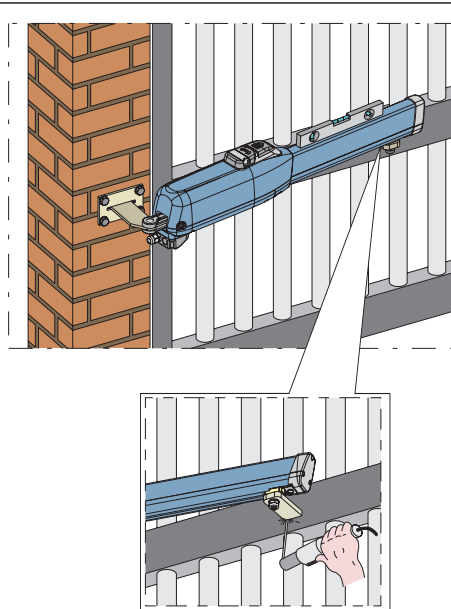

Abb. 13
- 6) Den Flügel schließen und dabei den Antrieb perfekt waagrecht halten und den Befestigungspunkt des vorderen Bügels bestimmen (Abb. 13)
- 7) Den vorderen Bügel provisorisch mit Hilfe von zwei Schweißpunkten befestigen (Abb. 13).